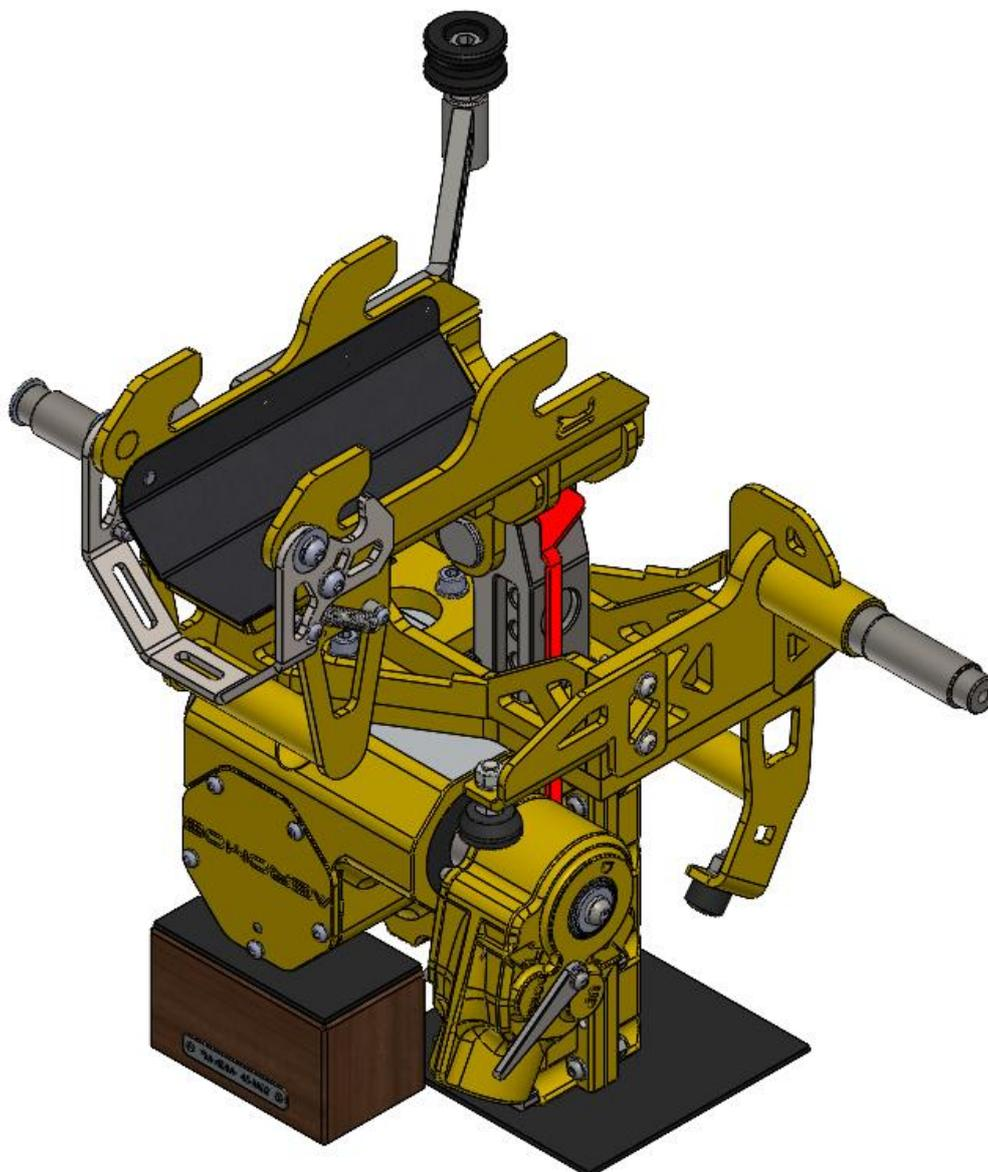

Figura 17
- jj. Com o bloco de cabeça pra baixo e cremalheira toda para fora, instale a garra montada conforme MM AM-HDM-145-K01/2-6, veja *Figura 17*.